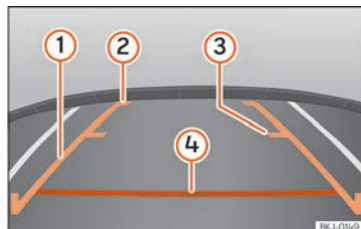

Fig. 249 Visualización en la pantalla del sistema Easy Connect: líneas de orientación.
- La carga del vehículo modifica la representación de las líneas de orientación »» fig. 249. La anchura que las mismas representan, disminuye con el nivel de carga.
» **fig. 249**